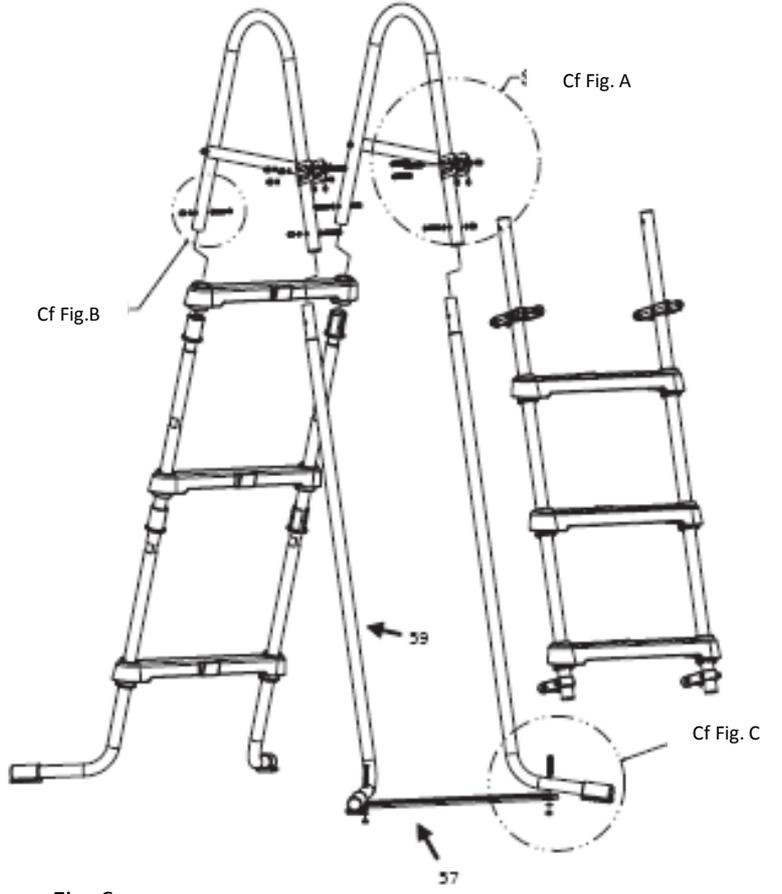

Fig. 6
12. De l'intérieur de la poignée de l'échelle (41), insérer les deux vis (45) à travers les rondelles plates (46), puis à travers la poignée échelle et fixez avec les rondelles de blocage(47) et les écrous (48) . (Voir Fig. 6)
13. Tenir pied gauche et droit (59) en position debout, les pieds vers l'extérieur, comme indiqué dans la Figure 6.
14. De l'intérieur de la poignée (41), insérer les deux vis (45) à travers les rondelles plates (46), puis à travers la poignée échelle et fixez avec les rondelles de blocage (47) et les écrous (48) . (Voir Fig. 6)
15. Placer la pied-socle (57) entre les jambes de l'échelle (59) comme indiqué dans la Figure 6.
16. Du haut des pieds de l'échelle (59), insérer les deux vis (45) à travers les rondelles plates (46), puis à travers la poignée échelle et fixez en place avec les écrous hexagonaux (56) comme indiqué dans la Figure 6 .
17. Placer le pied pivotant sur la charnière (51) et le clip sur le pied de l'échelle avec le clips pivotant avec le bouton (53) et le clips pivotant (55) comme le montre la figure 6. Insérez une rondelle plate en plastique (60) dans chaque charnière.
18. Insérez les vis à métaux (58) par les rondelles plates en plastique (60), ensuite par la jambe d'échelle attachez en place avec l'écrou de Chapeau (48). (Voir Fig. 6).